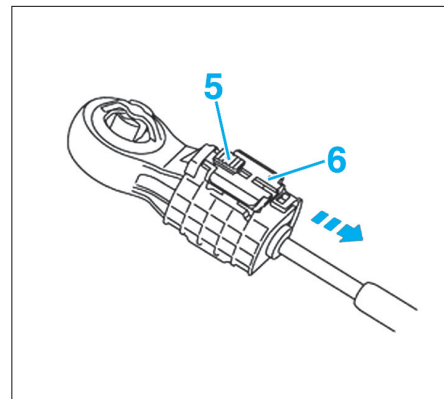

Fig. 8
- Faire coulisser le dispositif de verrouillage (5) du câble de sélection dans le sens de la flèche, pour extraire la butée (6) du câble de sélection (Fig.8).